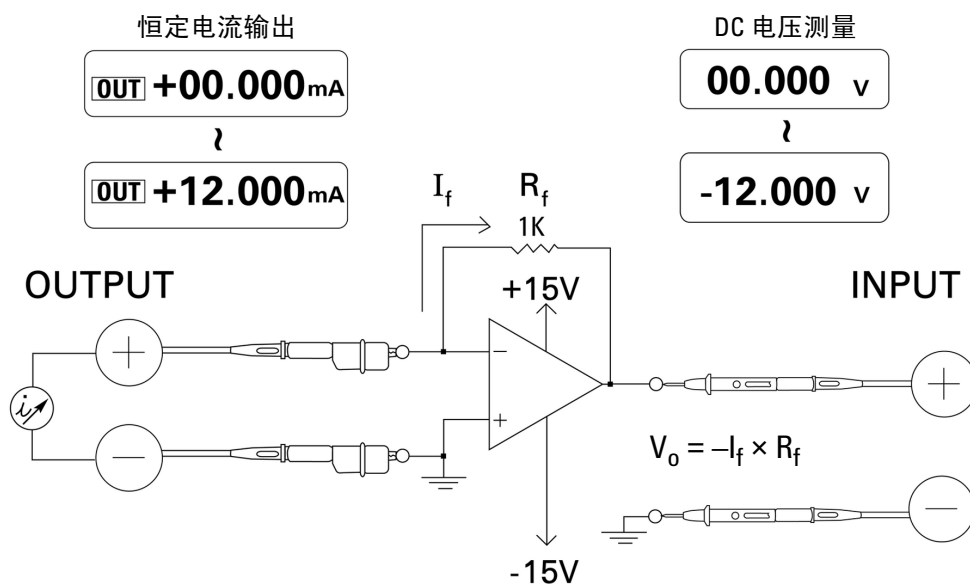

图 5-13 电流电压转换器
理想的运算放大器可用作电流电压转换器。在图 5-13 中，理想运算放大器保持其反向输入端子电压为大地电压，并迫使其他所有输入电流从反馈电阻器流过。因此， $I_{in} = I_f$ 且 $V_o = -I_f \times R_f$ 。请注意，电路为理想电流测量提供了偏置；它向测量电路中引入了零电压落差，如同在反向输入端子测量的一样，电路的有效输入阻抗为零。
- 5 连接运算放大器，如图 5-13 所示。